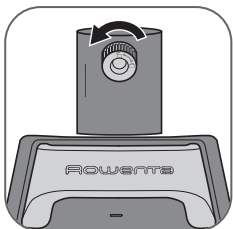

fig. 1
1. Dévissez et retirez la vis de fixation du mât qui se trouve sur la base. *(fig. 1)*